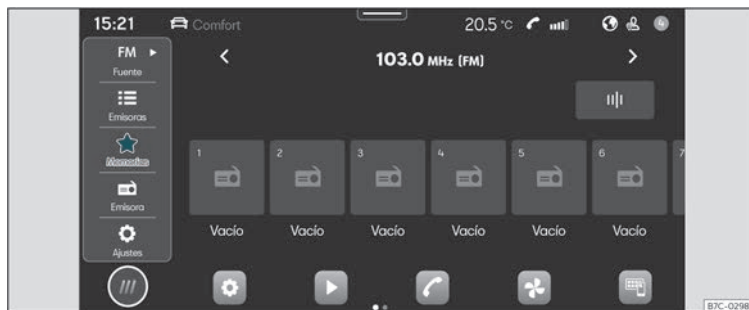

Fig. 132 Representación esquemática: Vista Radio
- Prema **HOME** > >>> **fig. 132**.